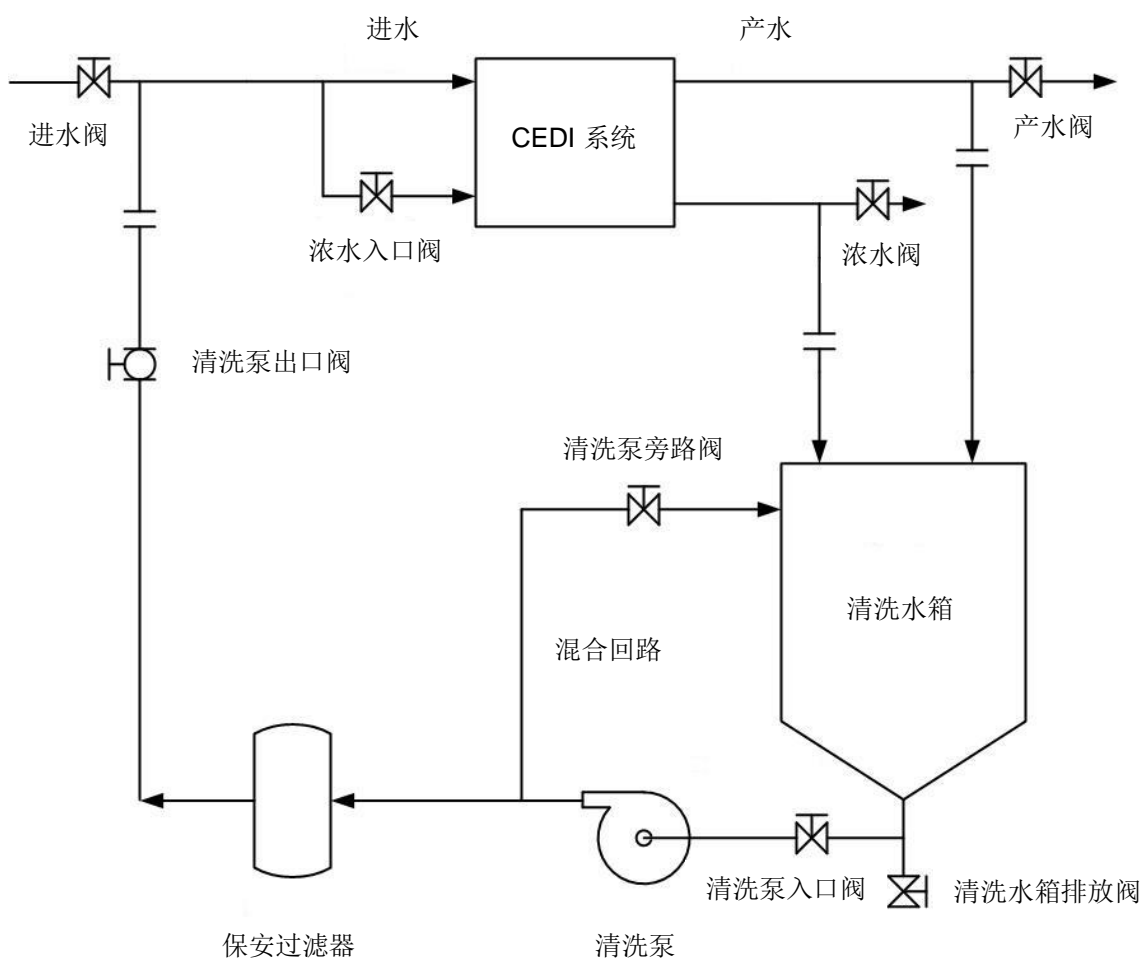

图 6-1 典型的 CEDI CIP 系统
- 典型的 CIP 系统参见图 6-1
注意：以下清洗步骤是基于图 6-1 的清洗系统。如您的清洗系统有所不同，可能需要修改这些步骤。